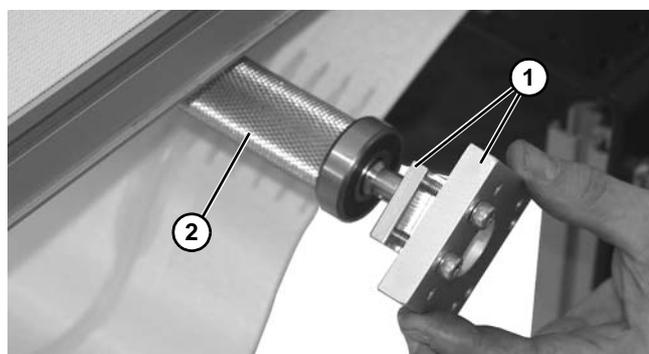

Figura 75
6. Separe los bloques de montaje (Figura 75, artículo 1) del husillo (Figura 75, artículo 2).